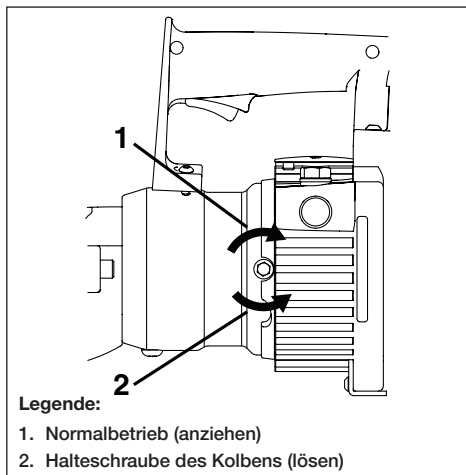

Abbildung 4, Halteschraube des Kolbens
Überprüfen Sie vor der Verwendung des Schneidgeräts, ob die Halteschraube des Kolbens vollständig im Uhrzeigersinn gedreht und fest angezogen ist. Verwenden Sie dazu einen 8 mm Innenschlüssel. Siehe Abbildung 4.
3. Stellen Sie sicher, dass die Halteschraube des Kolbens vollständig im Uhrzeigersinn gedreht ist. Siehe Abbildung 4.